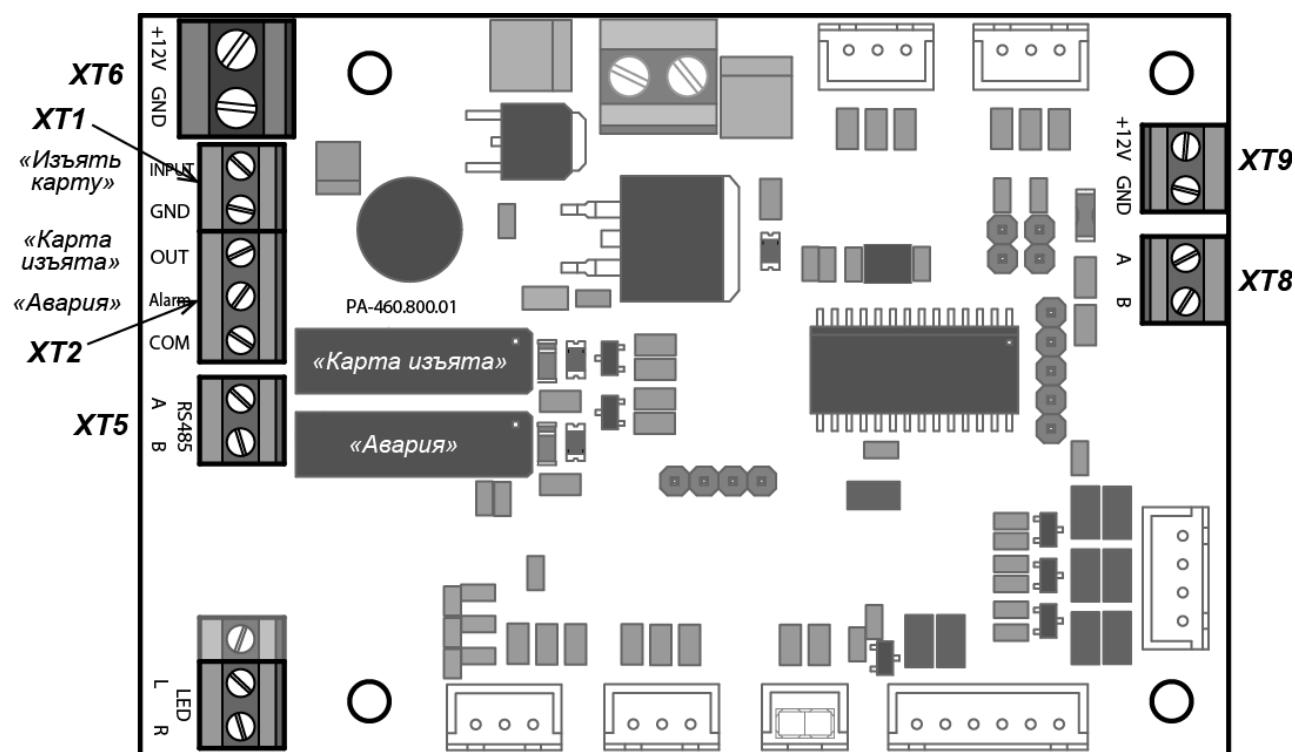

Рисунок 10. Внешний вид платы управления картоприемника
3. Если предъявленная карта является временной картой посетителя и требует изъятия, то контроллер СКУД подает управляющий сигнал на вход платы управления картоприемника «Изъять карту» (контакт *INPUT XT1*, см. рис. 10). Подсветка щели для приема карт перейдет в режим мигания с частотой 2 раза в секунду, указывая на то, что карта подлежит изъятию.
5. При падении карты в контейнер второй оптический датчик фиксирует факт изъятия карты. В этом случае картоприемник закрывает шторку, подсветка щели для приема карт вновь становится постоянной. Одновременно с выхода платы управления картоприемника «Карта изъята» (контакт *OUT XT2*, рис. 10) подается управляющий сигнал, являющийся для контроллера СКУД подтверждением разрешения прохода. По данному сигналу контроллер СКУД разрешает проход в данном направлении (подает соответствующий сигнал на механизм управления турникетом) и после прохода через турникет снимает сигнал «Изъять карту». По снятию сигнала «Изъять карту» картоприемник снимает сигнал «Карта изъята».
«Авария» (контакт *Alarm XT2*, рис. 10), подсветка приемной щели картоприемника перейдет в режим мигания с частотой 1 раз в 2 секунды, тем самым предупреждая о необходимости освободить контейнер от изъятых карт. Если контейнер не освобождается, то после приема еще 9 карт работа картоприемника блокируется, подсветка приемной щели гаснет. Разблокировка картоприемника происходит автоматически после освобождения контейнера от карт (порядок выемки и установки контейнера приведен в п. 9.5). Также сигнал «Авария» подается в контроллер СКУД при возникновении неисправностей механизма картоприемника.
Внешний вид платы управления картоприемника показан на рис. 10. На плате расположены клеммные колодки: